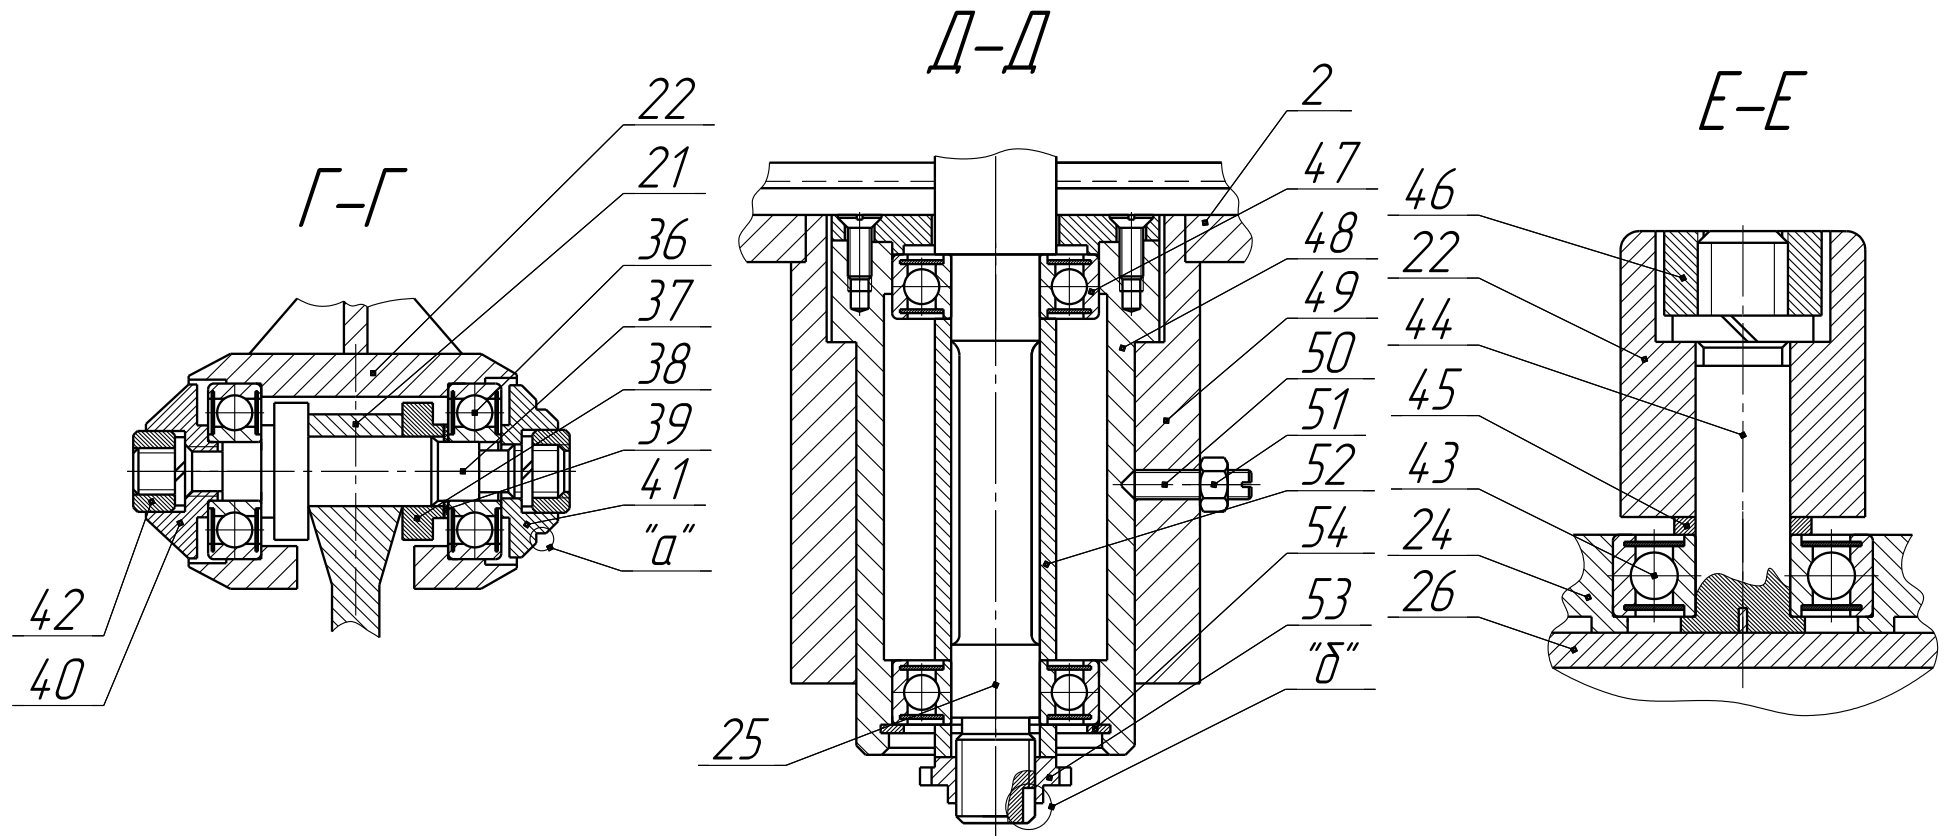

Рис. 4 Смеситель турбулентный С 2.0 (Разрезы: Г-Г, Д-Д, Е-Е)
Ослабление затяжки гаек 42, 46, 53 (Рис. 4)	Подтянуть гайки.
2.4.1 Порядок разборки шарниров соединений вилок с ведущим валом и осью (Рис. 4 разрез Г-Г):
2.4.2 Порядок разборки шарниров соединений вилок с корзиной (Рис. 4 разрез Е-Е):
2.4.3 Порядок разборки подшипниковой опоры ведомой оси (Рис. 4 разрез Д-Д):